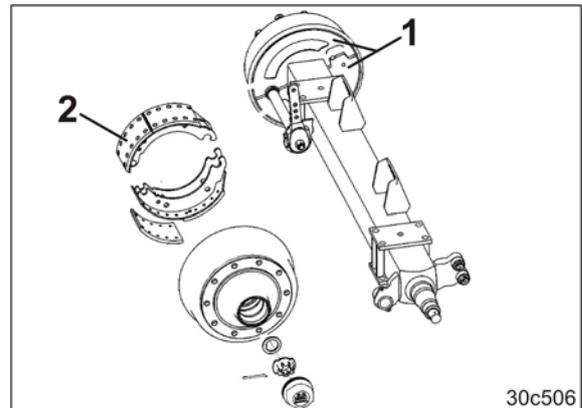

Fig. 336
Eingedrungener Schmutz kann sich auf den Bremsbelägen (Fig. 336/2) absetzen und dadurch die Bremsleistung wesentlich verschlechtern.
1. Beide Abdeckbleche (Fig. 336/1) an der Innenseite der Bremstrommel abschrauben.